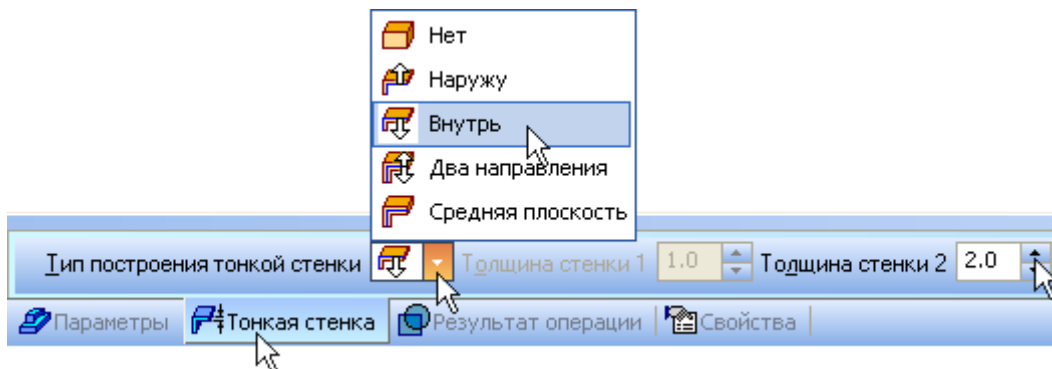

Рисунок 26.
- В поле Толщина стенки 2 введите значение 2 мм (рис. 26).